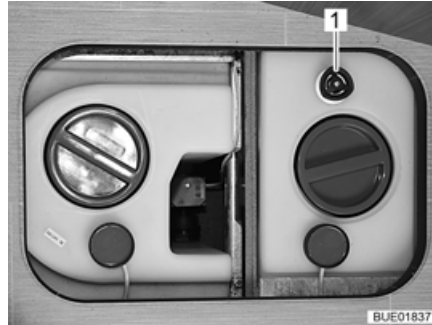

Fig. 192 Serbatoio dell'acqua con maniglia girevole
- Sul serbatoio dell'acqua, ruotare la maniglia girevole (Fig. 192,1) in senso orario fino all'arresto.
- Sul serbatoio dell'acqua, ruotare la maniglia girevole (Fig. 192,1) in senso antiorario fino all'arresto. L'acqua fuoriesce fino a raggiungere il livello di riserva di 20 litri.